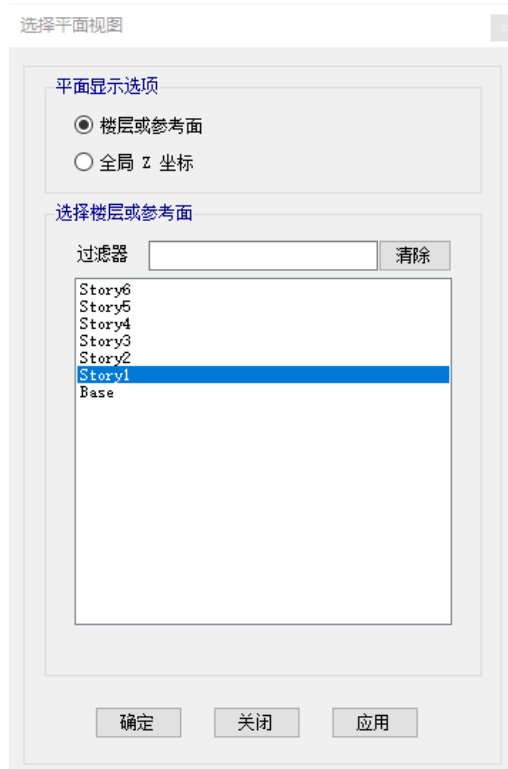

图 4-1 选择平面视图对话框
3. 点击菜单视图>设置平面视图，弹出图 4-1 的对话框，选择 **story1**，点击确定按钮，将视图调整至第一层。